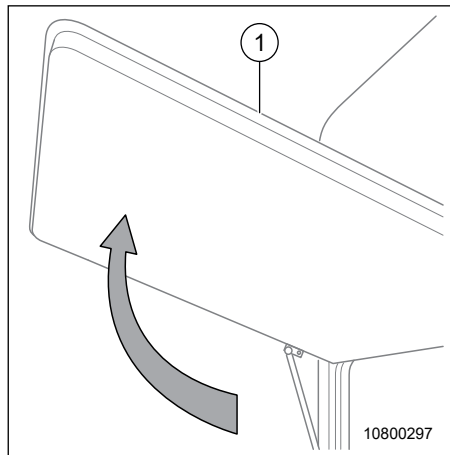

Fig. 46 Porte de soute
1. Pousser la porte de soute vers le bas en la tenant au bord supérieur (Fig. 46, pos. 1).